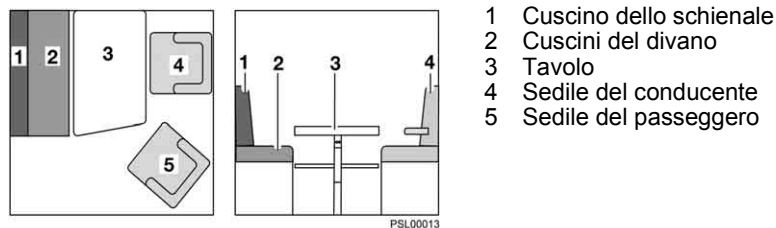

Fig. 36 Prima della trasformazione
- Ruotare il sedile del conducente (Fig. 36,4) con lo schienale verso la porta conducente.
- Ruotare il sedile passeggero (Fig. 36,5) con lo schienale verso la porta passeggero.
- Trasformare il tavolo (Fig. 36,3) in struttura di supporto letto (vedi paragrafo 6.8).